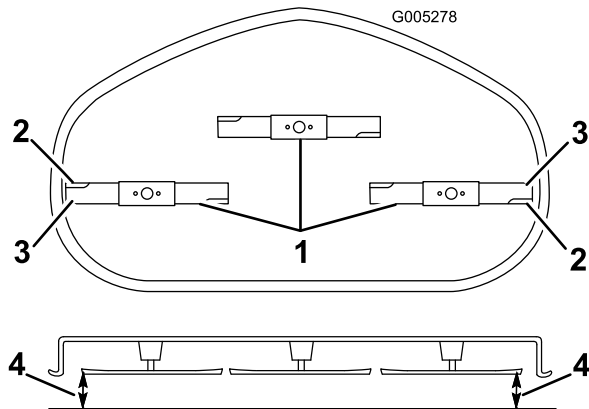

Figure 41
- Tournez prudemment les lames pour qu'elles soient parallèles dans le sens transversal (Figure 41). Mesurez la distance entre les tranchants extérieurs et le sol plat (Figure 41). Si les deux mesures diffèrent de plus de 5 mm, un réglage s'impose. Poursuivez la procédure.
- Mesurez la distance entre les tranchants extérieurs et le sol plat (Figure 41). Si les deux mesures diffèrent de plus de 5 mm, un réglage s'impose. Poursuivez la procédure.